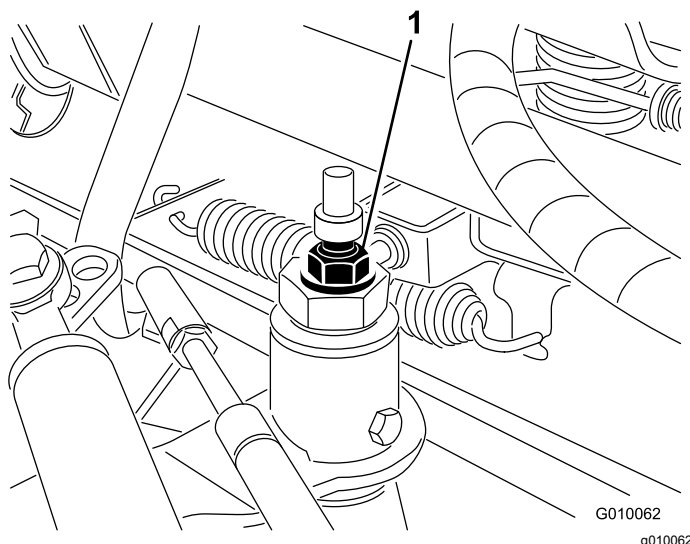

Figure 55
3. Desserrez le contre-écrou de la came de réglage de transmission (Figure 55).